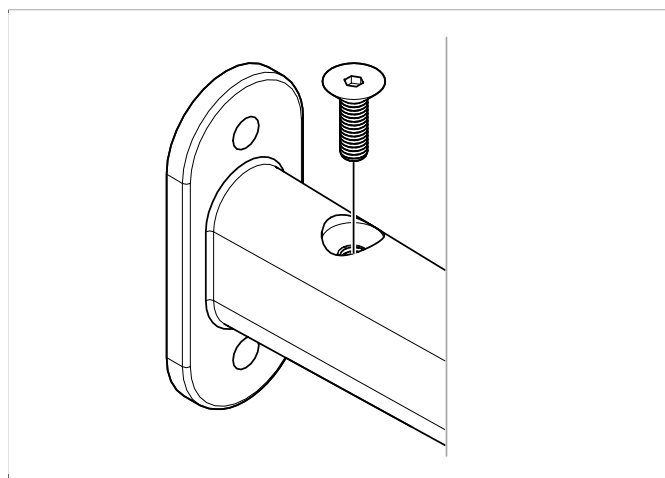

Рисунок 14: Крепёжный винт
13. Используйте крепёжный винт, чтобы предотвратить возможность падения устройства со стены (см. **Рисунок 14**, страница 6).